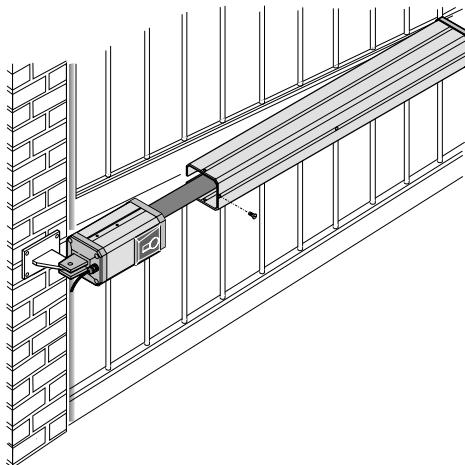

Fig. 7
- 12) Fixer le couvercle de protection avec les vis annexes comme indiqué fig.7.